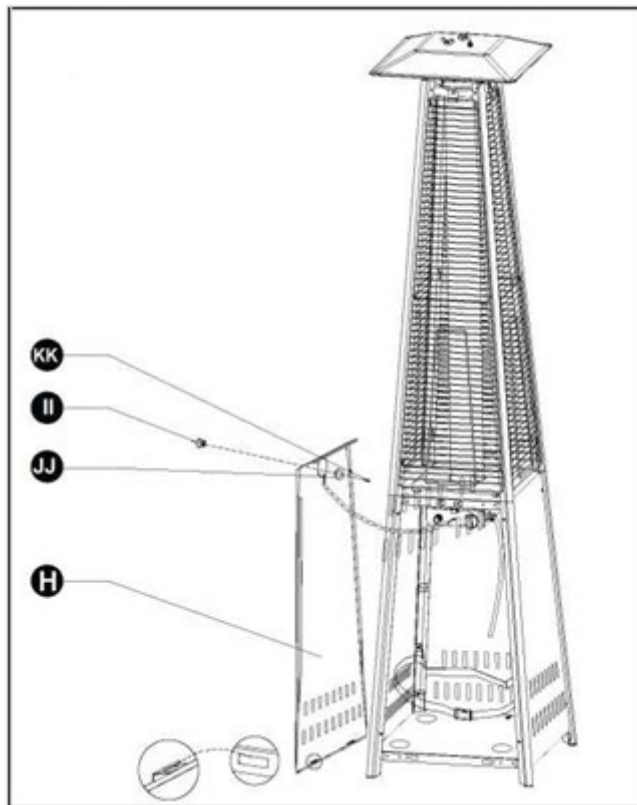

Рис. 12. Крепление боковых панелей.
8. Закрепите три боковые панели (G) на нижних опорах (L) с помощью винтов 3 /16" (НН), как показано на Рис.12.